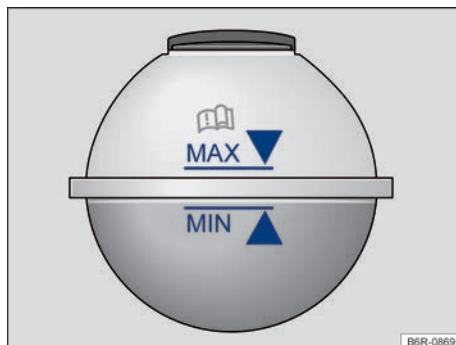

Fig. 180 No compartimento do motor: marcação no reservatório de expansão do líquido de arrefecimento do motor. ▶
- Com o motor frio, verificar o nível do líquido de arrefecimento do motor pela marcação lateral do reservatório → Fig. 180.
- Reabastecer somente com líquido de arrefecimento do motor **novo** e de acordo com a especificação da Volkswagen (→ Página 233) → ①.
- O nível do líquido de arrefecimento do motor deve permanecer dentro da marcação do reservatório → Fig. 180. **Não completar acima da marca "MAX" → ①!**
- Se em caso de emergência não houver à disposição o líquido de arrefecimento do motor dentro da especificação exigida (→ Página 233), não utilizar nenhum outro aditivo do líquido de arrefecimento do motor! Em vez disso, completar somente com **água destilada** → ①. Depois disso, a mistura com a proporção correta de aditivo do líquido de arrefecimento do motor → Página 233 deve ser restabelecida o mais rápido possível.
- Completar com líquido de arrefecimento do motor somente até a marca "MAX" → Fig. 180. Caso contrário, ao aquecer-se, o líquido excedente será expulso do sistema de arrefecimento do motor e poderá causar danos.